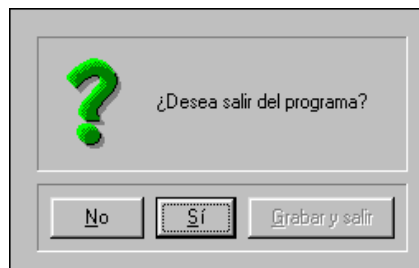

Fig. 10 : Ventana de opción múltiple para salir del programa.
- **Salir** : Permite salir del programa. Si se elige esta opción, aparece una ventana (Fig. 10) que solicita la confirmación para salir definitivamente del programa (botones "No", "Sí" y "Grabar y salir").